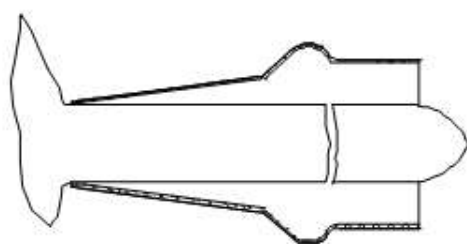

Рис.6
- натянуть уплотнитель на половой орган, как это показано на Рис. 6, при этом стараться придвинуть его как можно ближе к основанию полового органа.